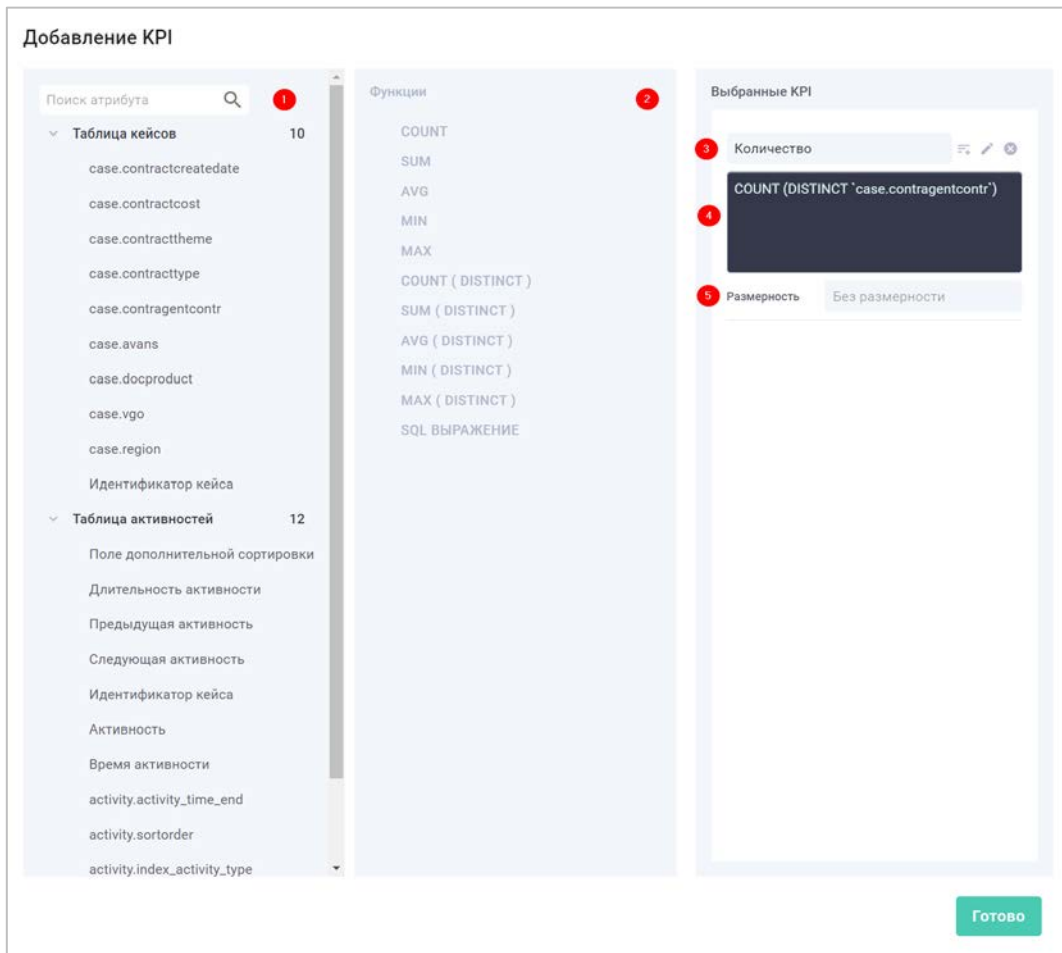

Рисунок 47. Настройка показателей/измерений
В открывшемся окне (Рисунок 47) необходимо выбрать требуемые атрибуты модели данных (1), агрегационные функции для Показателей (2) и нажать кнопку «Готово».